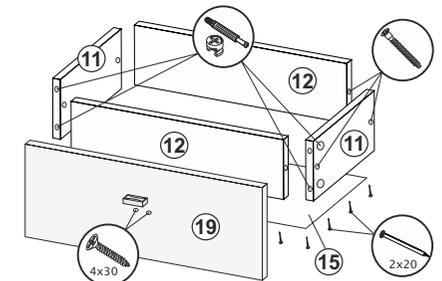

Рис.2
13. Соединить детали ящика (11,12) еврошурупами. Замерить диагонали получившихся ящиков и прибить ХДФ (15) гвоздями 2x20 (рис.2).
14. К створкам (19) прикрутить ручки шурупами 4x30. Установить створки (19) на собранные ящики с помощью эксцентриков (рис.2).
15. Прикрутить ответные части направляющих по центру деталей ящика (11) шурупами 4x16.